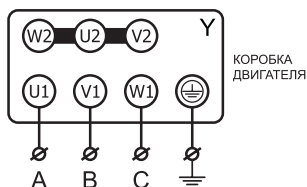

Рисунок 2
12.2 Вентиляторы с двигателями на номинальное напряжение  $\Delta/Y$  380/660 В допускается также подключать к трехфазной сети с переменным напряжением 660В, предварительно переключив схему соединения обмоток двигателя в звезду  $Y$  660 В (см. рисунок 2), в противном случае двигатель может выйти из строя.